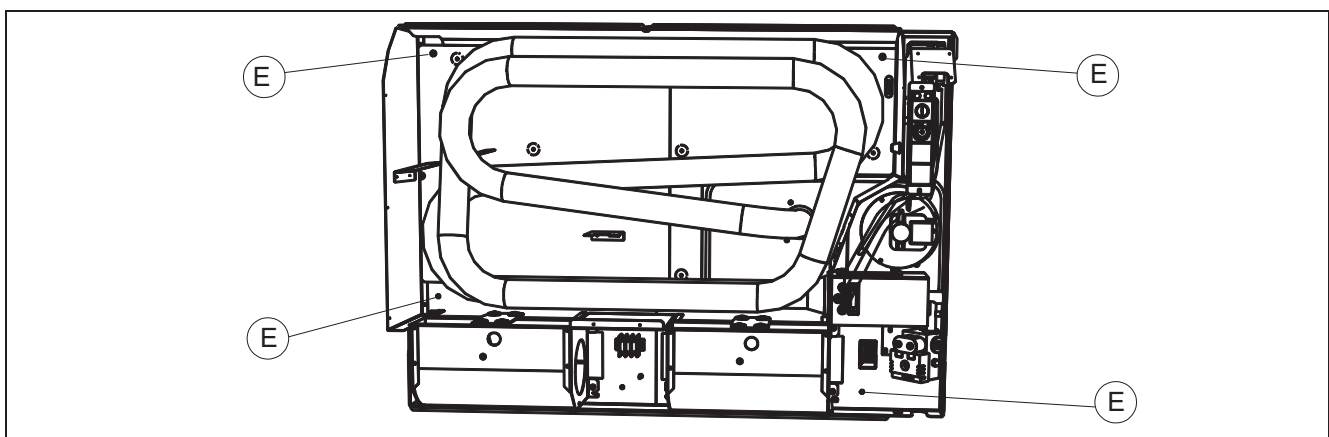

Figura 19 – POSIZIONE FORI PER FISSAGGIO 8001 E 8002
Per i modelli 8001 e 8002 nel caso si effettui una installazione differente dalla suddetta, segnare la posizione dei quattro fori E posti sugli angoli dell'apparecchio (vedi Figura 19).
12. Per i modelli 8001 e 8002 montare l'apparecchio a parete appoggiando il bordo superiore dell'apertura del telaio C (in corrispondenza del ventilatore) alla staffa di sostegno, come indicato in Figura 17. Agganciare l'apparecchio agli appositi sostegni A premendolo contro la parete (vedi Figura 17). Bloccare il corpo scaldante alla staffa di supporto per mezzo delle due viti laterali (vedi riferimento B di Figura 17). Nel caso di installazioni particolari usare anche le quattro viti poste sugli angoli dell'apparecchio (vedi punto E di Figura 19).